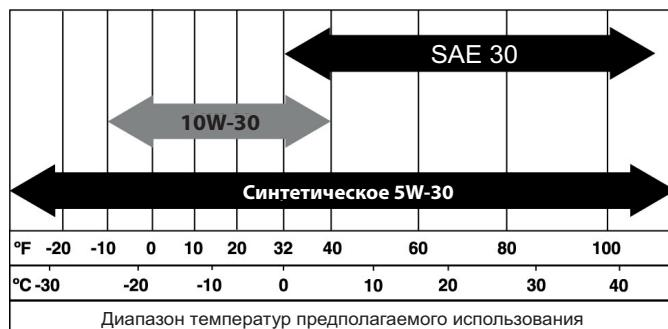

Рис. 4-1. Рекомендации по использованию масел в зависимости от температуры
7. Заново наполните двигатель рекомендуемым маслом. Рекомендуемое масло см. на Рис. 4-1.